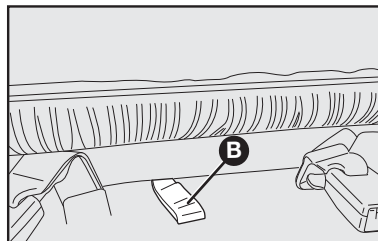
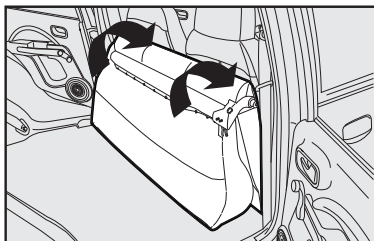

fig. 86
fig. 88
6) Incline hacia adelante el asiento trasero completo, utilizando el tirador **B**-fig. 86, de manera que se obtenga una superficie de carga única **fig. 88**.